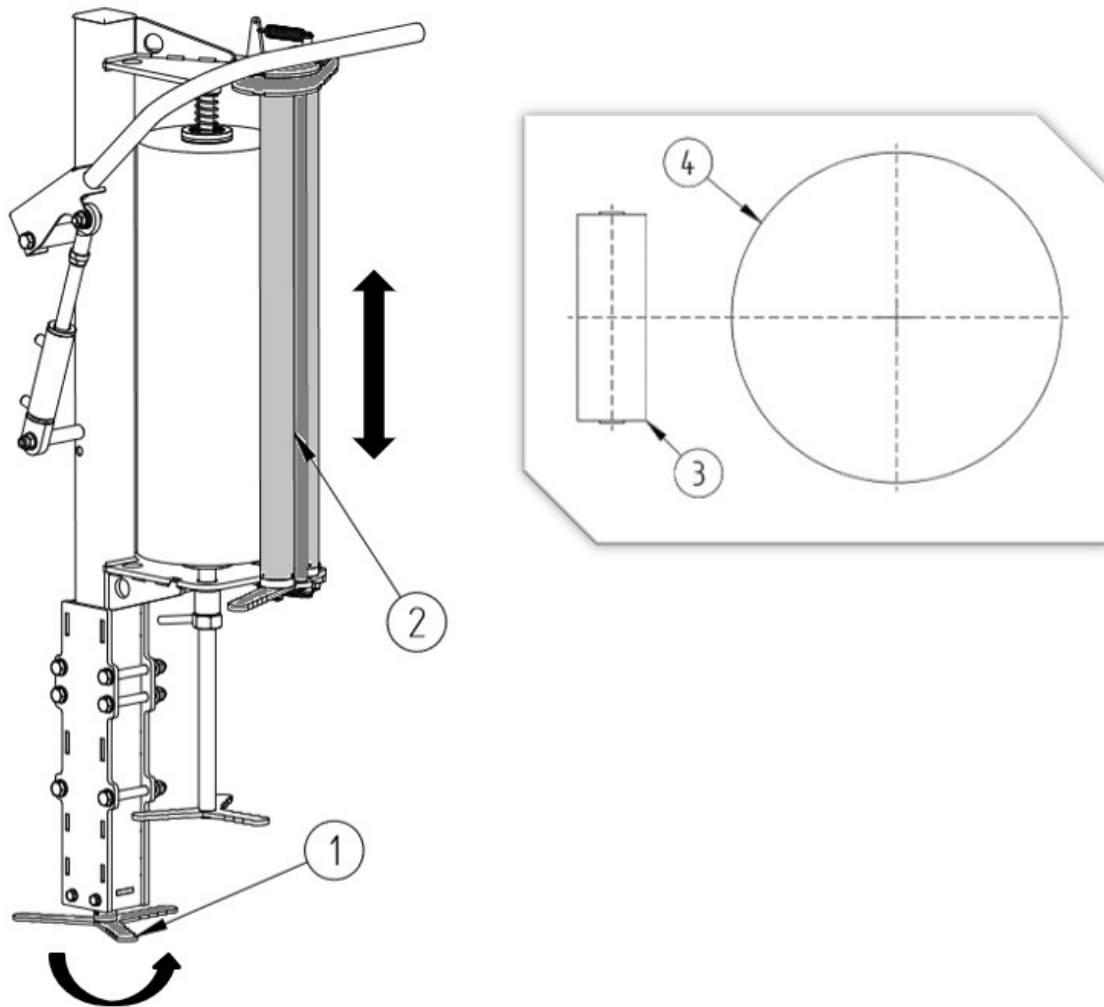

Abbildung 30 Einstellen der Vorgabevorrichtungshöhe
1. Lösen Sie die Kontermutter (2) an der Druckschraube (1).
2. Stellen Sie den Schraubendruck ein, indem Sie den Folienwiderstand (3) prüfen.
- Wenn die Folienspannung zu hoch ist, senken Sie die Schraube durch Drehen des Knopfes (1) nach links.
- Wenn die Folienspannung zu schwach ist, heben Sie die Schraube durch Drehen des Knopfes (1) nach rechts.
3. Kontermutter (2) festziehen.
Aufgrund der Möglichkeit, unterschiedliche Folienbreiten zu verwenden und Ballen mit unterschiedlichen Durchmessern zu wickeln, ist es notwendig, die Folienvorgabevorrichtung (2) auf entsprechende Höhe einzustellen. Die Vorgabevorrichtung ist optimal eingestellt, wenn die Mitte der Folie mit der Mitte des Ballens gleich hoch steht. Um die Höhe der Vorgabe einzustellen, sollte die Vorgabe-Baugruppe (2) mit dem Mastknopf (1) in die optimale Position gebracht werden (Abbildung 30). Die Einstellung der Vorgabehöhe sollte nach dem Laden des ersten Ballens erfolgen.